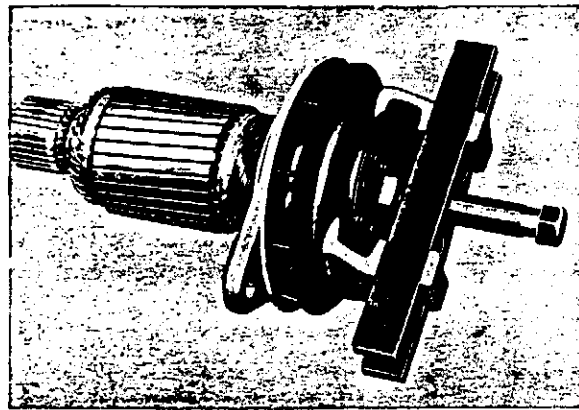

Abb. 7 Ausbau der Riemenscheibe
6. Anker in einem Schraubstock anbringen. Der Anker darf nicht zu fest eingespannt werden (Kupferspannbacken verwenden). Mutter für die Riemenscheibe lösen und Riemenscheibe abziehen. Ein geeignetes Werkzeug laut Abb. 7 verwenden.